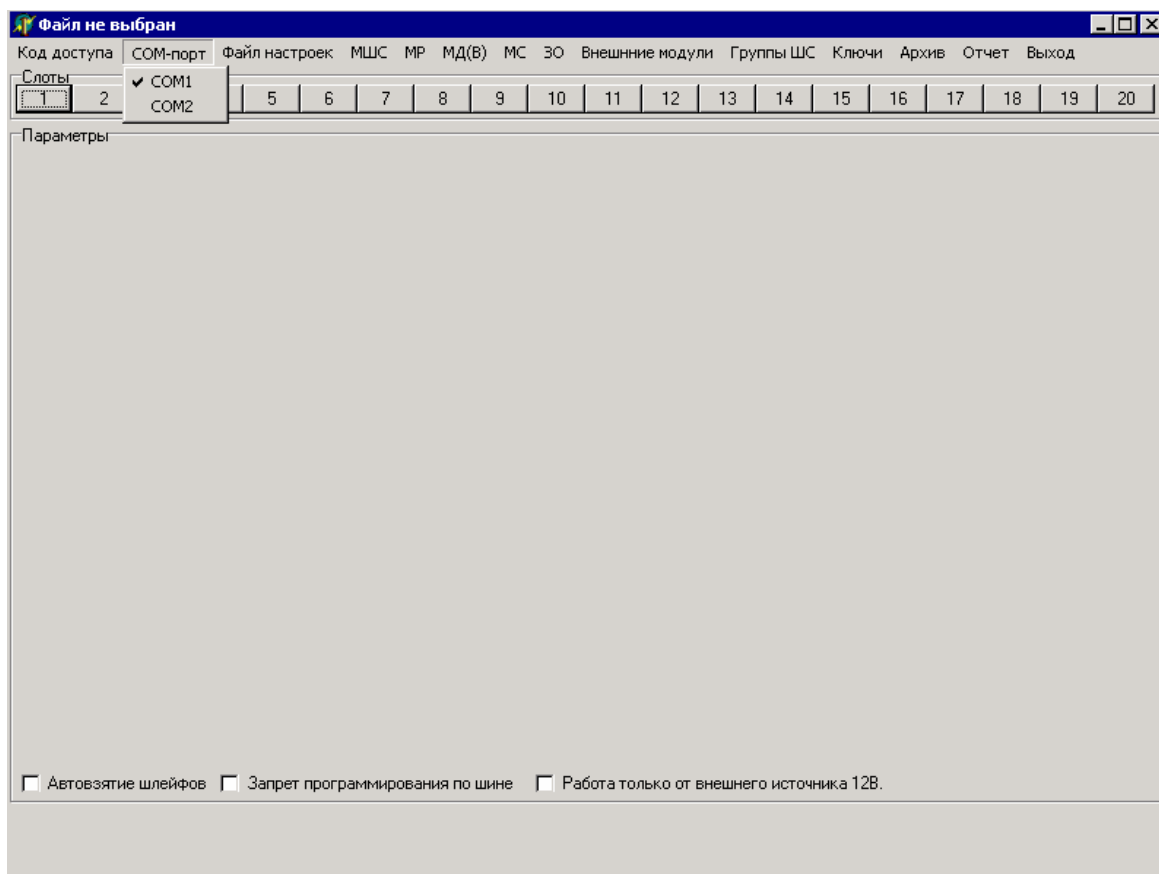

Рис. 3
2.1.2.3 С помощью команды главного меню «СОМ-порт \ СОМ...» необходимо установить, отметив в выпадающем списке значком «v», номер СОМ-порта ПЭВМ, к которому был подключен МВ. При первом запуске программы по умолчанию в качестве СОМ-порта ПЭВМ, к которому подключен МВ, устанавливается СОМ1 (рисунок 3). Изменение этого параметра сохраняется на жестком диске ПЭВМ в рабочей директории программы.